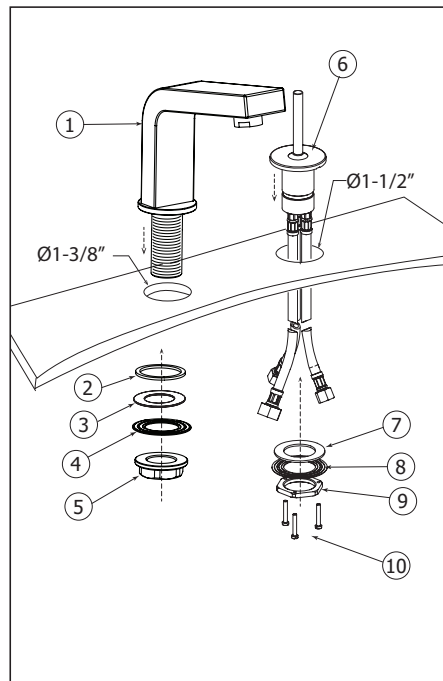

Fig.2
Insert the spout (1) into the hole (Ø 1-3/8") of the sink or countertop as shown (Fig.2). Then, insert the rubber washer (2), the metal washer (3) and the metal nut (4). Secure the spout with the hexagonal washer (5). Next, insert the mixer (6) into the hole (Ø 1-1/2") of the sink or countertop. Secure it with the rubber washer (7), the metal washer (8) and the nut (9). Tighten with the three supplied screws (10).
Insérer le bec (1) dans le trou (Ø 1-3/8") de la surface tel qu'illustré (Fig.2). Ensuite, enfiler la rondelle en caoutchouc (2), la rondelle en métal (3), l'écrou en métal (4) et fixer le bec avec la rondelle hexagonale (5).